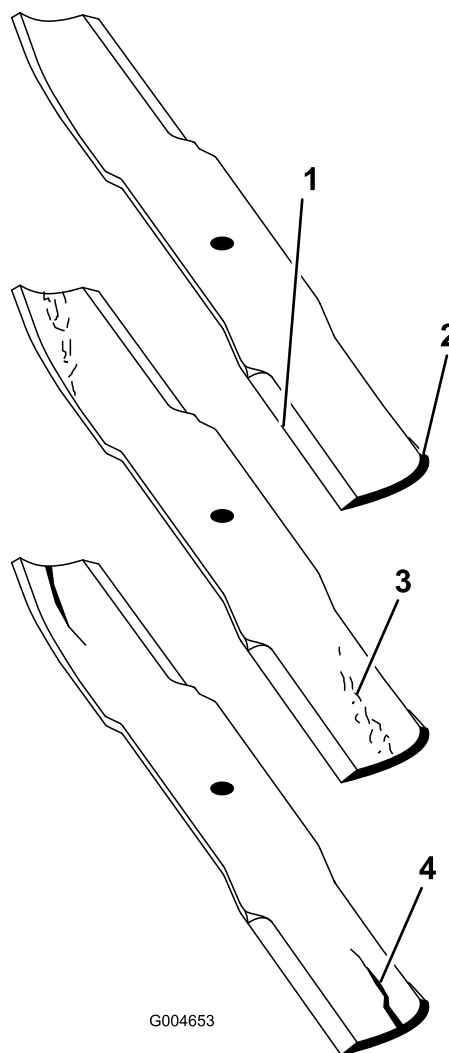

Figura 94
2. Examine cuidadosamente los extremos de corte de la cuchilla, sobre todo en el punto de reunión entre la parte plana y la parte curva de la cuchilla (Figura 94).
**Nota:** Puesto que la arena y cualquier material abrasivo pueden desgastar el metal que conecta las partes curva y plana de la cuchilla, compruebe la cuchilla antes de utilizar la segadora. Si se aprecia desgaste (Figura 94), cambie la cuchilla.